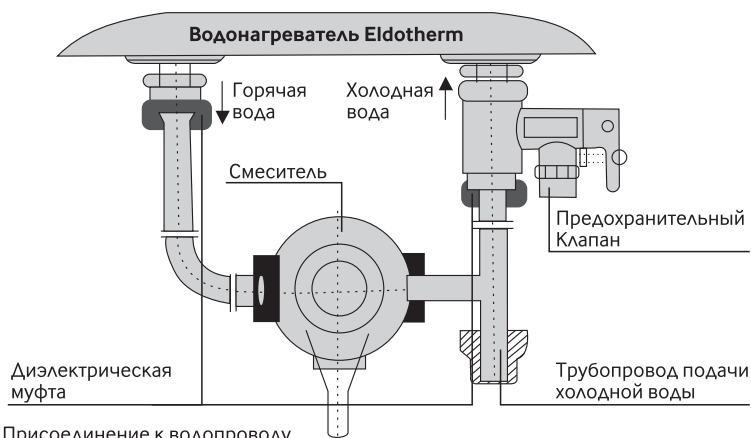

Рисунок 2: Присоединение к водопроводу
3.2.4 Соединение входа и выхода аппарата осуществляется только через диэлектрические муфты (рис.2).